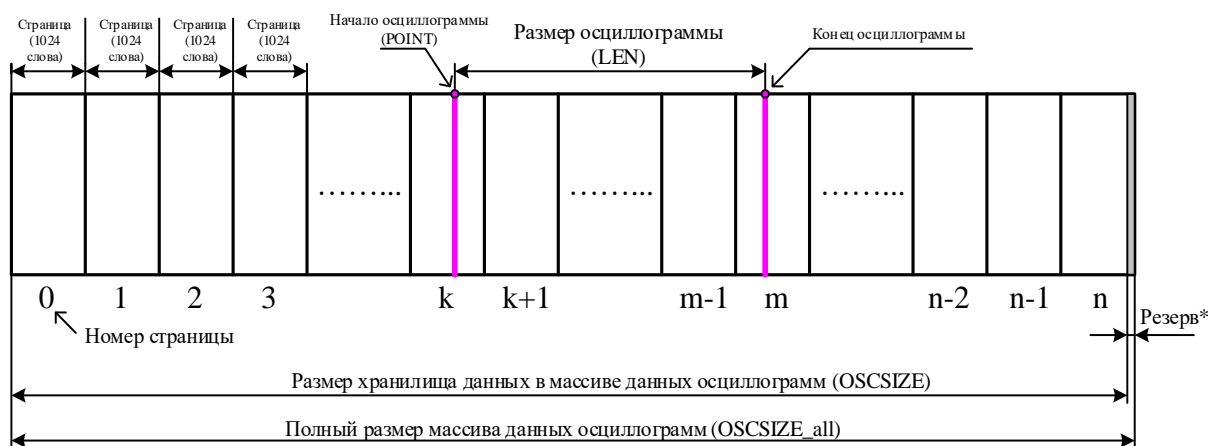
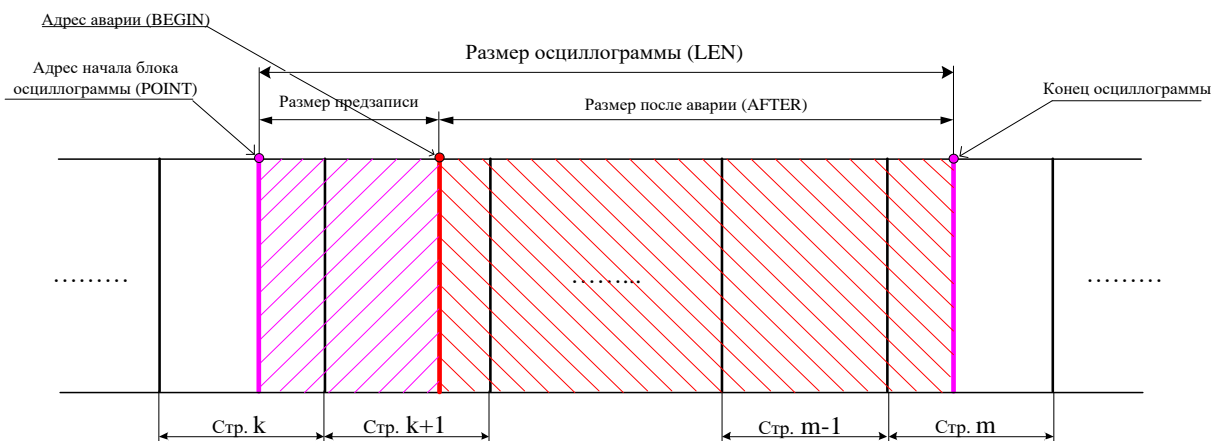

Рисунок 8.3
Рисунок 8.4
4. определить адрес начала и окончания осциллограммы в массиве данных осциллограмм (рисунок 8.3);
5. выделить искомую осциллограмму из хранилища данных осциллограмм (рисунок 8.3) и прочесть ее содержимое (при чтении осциллограммы выполняется ее переверт – рисунок 8.4);